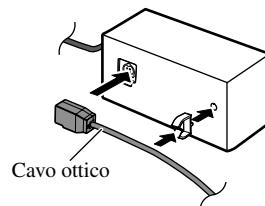

Fig. 8
2. Collegamento del cavo ottico alla corrispondente scatola di collegamento. (Fig. 8)